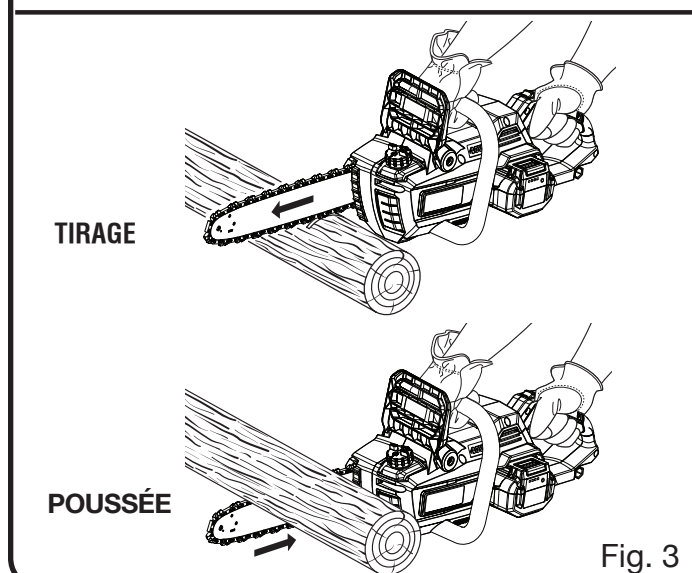

Fig. 3
- Poussée et tirage – La force de réaction s'exerce toujours dans le sens opposé à la rotation de la chaîne, au point de contact avec le bois. Par conséquent, l'opérateur doit être prêt à contrôler la **TIRAGE** lorsque la coupe est effectuée avec le bas du guide et la **POUSSÉE** lorsque la coupe est effectuée avec le haut du guide. *Voir la figure 3.*